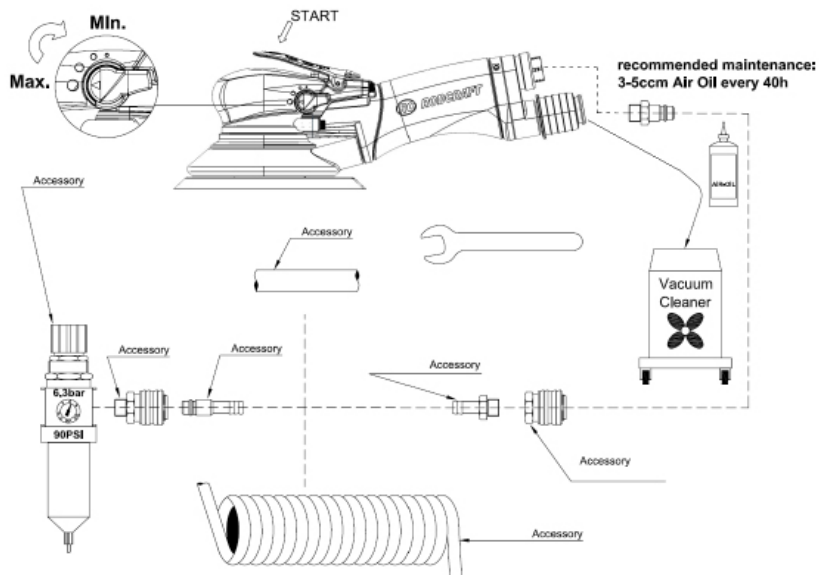

Fig. 01:
- Das Gerät laut Abb. 01 anschließen.
- Vor Inbetriebnahme immer auf die Position des Drehzahlhalters (1) achten, um unabsichtliche Drehzahlswahl zu vermeiden.
- Connect device as shown in Fig.01.
- Prior to use, always observe the position of the speed switch (1) to avoid unintentional speed selection.